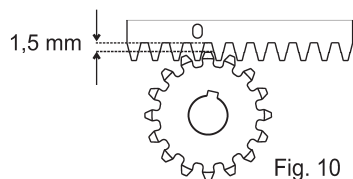

Fig. 10
5.6. 齿条与齿轮预留1.5 mm间隙，以免齿轮承受门的重量（图10）。